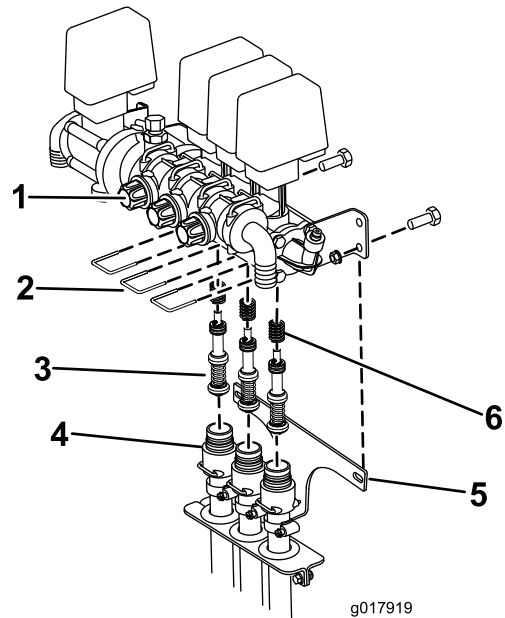

Figura 57
- B. Retire las 3 horquillas que sujetan los asientos de las válvulas al conjunto de las válvulas (Figura 57).
- C. Retire los 2 tornillos y las 2 tuercas que sujetan el soporte de las mangueras al bastidor del pulverizador (Figura 57). Baje las mangueras del conjunto de las válvulas.
- D. Usando una llave Allen de 3 mm, retire los tornillos que sujetan los pistones en el conjunto de las válvulas. Asegúrese de guardar los muelles de la válvula (Figura 57).